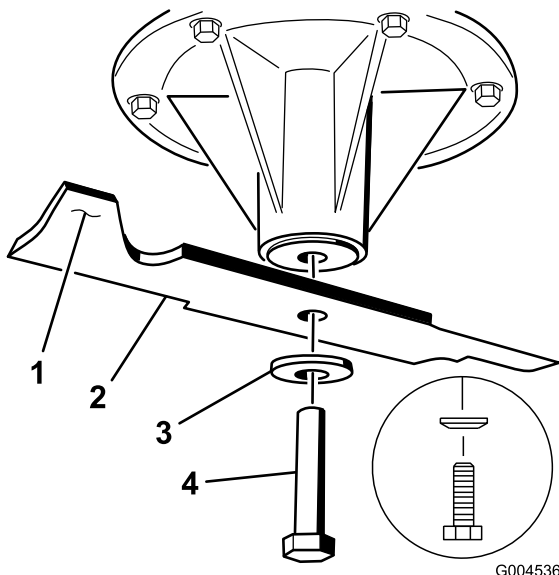

Figure 78
2. Enlevez de l'axe, le boulon, la rondelle bombée et la lame (Figure 78).
3. Si la lame est déséquilibrée, limez un peu l'extrémité de la partie relevée seulement (Figure 78).